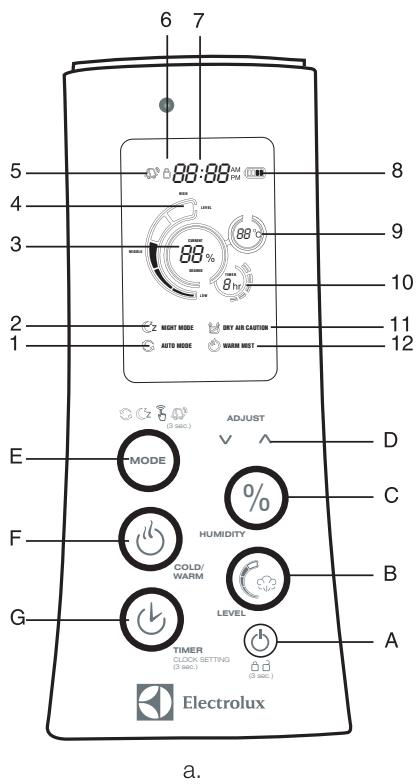

рис. 2
Последовательное нажатие кнопки **LEVEL** устанавливает различный уровень интенсивности подачи пара. Всего 4 уровня: низкий (**Low**), два средних (**medium**) и высокий (**High**). Индикатор (**4, рис. 2а, б**) на приборе и пульте ДУ отображает установленный уровень интенсивности подачи пара. Максимальная производительность достигается при высоком уровне интенсивности испарения (**high level**) и включенном режиме пастеризации (**теплый пар / WARM MIST**).
C. Кнопка **HUMIDITY** (%) - кнопка установки заданной (желаемой) влажности. Последовательное нажатие кнопки **HUMIDITY** (%) устанавливает заданный (желаемый) уровень влажности в диапазоне от 40% до 75% с шагом 5%. Все изменения отображаются на дисплее пульта ДУ (**3, рис. 2а**). При установке влажности загорается индикатор **desired** (желаемое значение), который мигает в течение 5 секунд. По истечении 5 секунд, если пользователь не производит никаких действий, значение заданной влажности устанавливается (перестает мигать), загорается индикатор **current** (текущее значение), который продолжает отображать текущую относительную влажность в точке нахождения пульта ДУ.
E.  **MODE** - кнопка переключения автoreжимов. Последовательное нажатие кнопки переключает режимы: **auto mode** (автоматический режим) → **night mode** (ночной режим) → **manual mode** (ручное управление) → **auto mode** (автоматический режим) и т.д. Переключение автoreжимов отображается соответствующими индикаторами на дисплее пульта ДУ (1,2, рис. 2а). Удерживайте нажатой кнопку «**MODE**» в течение **3 секунд** для перехода в режим установки будильника. Индикатор часов (7, рис. 2а) в верхней части дисплея начнет мигать. Кнопкой **ADJUST (D, рис. 2а)** установите сначала часы. Затем однократно нажмите кнопку **MODE (E, рис. 2а)**, установите минуты. Затем еще раз однократно нажмите кнопку **MODE (E, рис. 2а)**, кнопкой **ADJUST (D, рис. 2а)** выберите интервал времени **AM** (a.m. лат. ante meridiem — до полудня), либо **PM** (p.m. лат. post meridiem — после полудня). В верхней части дисплея в течение 5 секунд будет мигать соответствующий индикатор **AM/PM (7, рис. 2а)**. По истечении 5 секунд, если пользователь не производил никаких действий, будильник будет установлен. Индикатор (7, рис. 2а) перейдет в режим часов (отображение текущего времени), в левой верхней части дисплея загорится индикатор будильника  (5, рис. 2а).
F.  **COLD / WARM** - холодный / теплый пар (режим пастеризации воды). Последовательное нажатие кнопки **COLD / WARM** включает или отключает режим пастеризации воды (**WARM MIST -Теплый пар**). На дисплее загорается соответствующий индикатор (12, рис. 2а). Режим пастеризации обеззараживает воду при температуре 80°C перед подачей на ультразвуковую мембрану и преобразованием в пар, что значительно улучшает качество пара, подаваемого в помещение. При включенном режиме пастеризации (**WARM MIST - теплый пар**) производительность по увлажнению увеличивается:
G.  **TIMER** - кнопка установки таймера на отключение прибора, а также для установки часов. С помощью последовательного нажатия кнопки **TIMER** Вы можете задать время работы прибора по таймеру от 1 до 9 часов. Изменения таймера отображаются на дисплее (10, рис. 2а).
G.  **CLOCK SETTING** - установка часов. Нажмите и удерживайте кнопку **CLOCK SETTING** в течение 3 секунд, чтобы перейти в режим установки часов. Индикатор часов (7, рис. 2а) в верхней части дисплея начнет мигать. Кнопкой **ADJUST (D, рис. 2а)** установите сначала часы. Затем однократно нажмите кнопку **CLOCK SETTING (G, рис. 2а)**, установите минуты. Затем еще раз однократно нажмите кнопку **CLOCK SETTING (G, рис. 2а)**, кнопкой **ADJUST (D, рис. 2а)** выберите интервал времени **AM** (a.m. лат. ante meridiem — до полудня), либо **PM** (p.m. лат. post meridiem — после полудня). В верхней части дисплея в течение 5 секунд будет мигать соответствующий индикатор **AM/PM (7, рис. 2а)**. По истечении 5 секунд, если пользователь не произвел никаких действий, часы (текущее значение времени) будут установлены.
1. AUTO MODE (автоматический режим) – при установке автоматического режима увлажнитель будет самостоятельно регулировать уровень влажности и интенсивность испарения в зависимости от текущих значений температуры и влажности (1, рис. 2а).
2. NIGHT MODE (ночной режим) – при выборе ночного режима на приборе автоматически устанавливаются следующие параметры: влажность 60%, продолжительность работы 8 часов (средняя продолжительность сна), а также включается режим **WARM MIST** (теплый пар) (2, рис. 2а).
3. Уровень относительной влажности в помещении (в процентах). **CURRENT** – текущий, **DESIRED** – заданный (желаемый) (3, рис. 2а).
4. LEVEL - индикатор подачи пара. На приборе и пульте ДУ отображает установленный уровень интенсивности подачи пара. Всего 4 уровня: низкий (**Low**), два средних (**medium**) и высокий (**High**) (4, рис. 2а, б).
5. Индикатор режима «будильник»  - информирует о том, что будильник включен (установлен на определенное время) (5, рис. 2а).
6. Индикатор режима **блокировки** пульта ДУ (функция «замок от детей») – информирует о том, что пульт ДУ находится в режиме блокировки кнопок (6, рис. 2а). Для выхода из режима блокировки удерживайте в течение **3 секунд** кнопку «**A**» «on/off» на пульте ДУ.
(часы), либо заданное время будильника (7, рис. 2а).
8. Индикатор **заряда батареи** метеостанции (пульта ДУ) – отображает текущее состояние заряда батареи метеостанции (пульта ДУ) (8, рис. 2а).
9. Индикатор **температуры** – отображает в °C текущее значение температуры. Значение температуры определяется в точке местонахождения метеостанции (9, рис. 2а).
10. Индикатор функции **TIMER** – отображает количество часов до автоматического выключения прибора (10, рис. 2а).
11. **DRY AIR CAUTION** – индикатор критически низкого уровня влажности воздуха. Загорается, когда влажность в помещении опускается ниже 38%. Сигнализирует о дефиците влажности в помещении (11, рис. 2а).
12. **WARM MIST** – индикатор режима пастеризации (теплый пар). Данный индикатор загорается на дисплее, когда режим пастеризации включен (функция теплый пар). Производительность прибора в данном режиме значительно возрастает (12, рис. 2а).
13. **POWER** – индикатор работы прибора. Загорается красный индикатор, когда прибор включен в сеть и работает (испаряет). Начинает мигать, когда в увлажнителе недостаточное количество воды для испарения (13, рис. 2б).